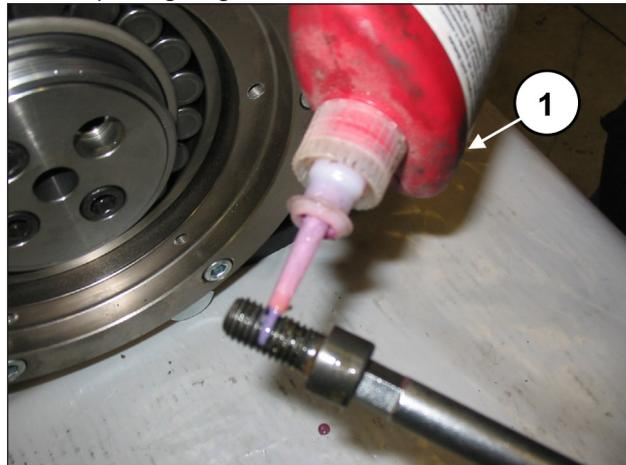

Abb. 87
**Tragen Sie LOCTITE 243 auf das Gewinde der Schrauben M12x25 (Pos. ①, Abb. 87).**